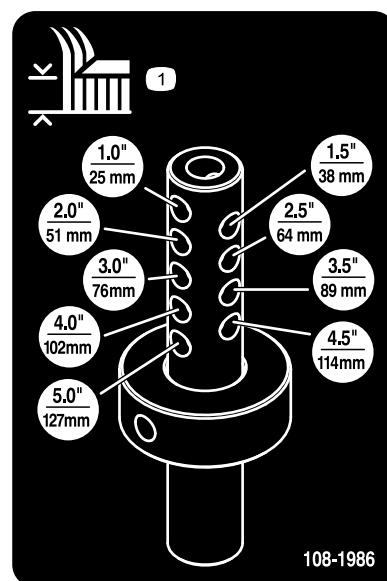

Figura 11
6. Alinhe o anel de altura de corte nos orifícios de altura de corte desejados na barra (Figura 11).